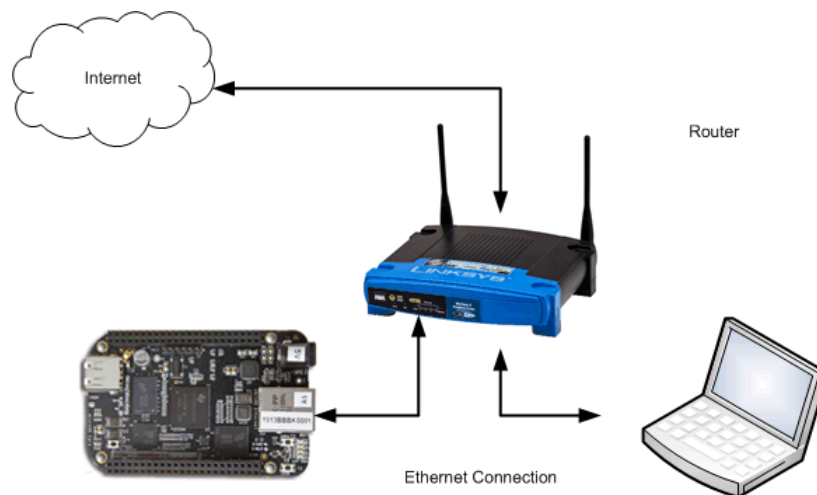

图 6. 使用网络路由器将 BBB 与 Linux 或 Windows 主机相连
- 在某些配置中，可能需要标准 Wi-Fi™路由器（有关详细信息，请参见图 6）